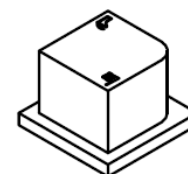

figura 10
- b) Gire el interruptor de selección (figura 10), para seleccionar la salida del agua a través de la regadera de mano o la grifería de llenado.